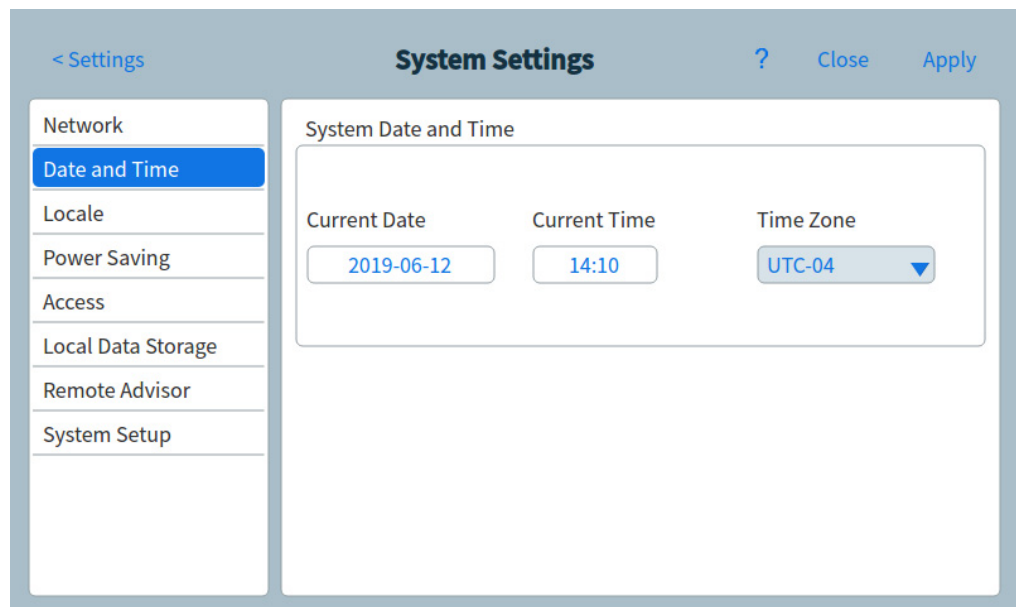

Figura 42 Página de parámetros del sistema
- 1 En la página System Settings, pulse el botón de selección de página **Date and Time**. Se abrirá la página de fecha y hora. Consulte Figura 42.